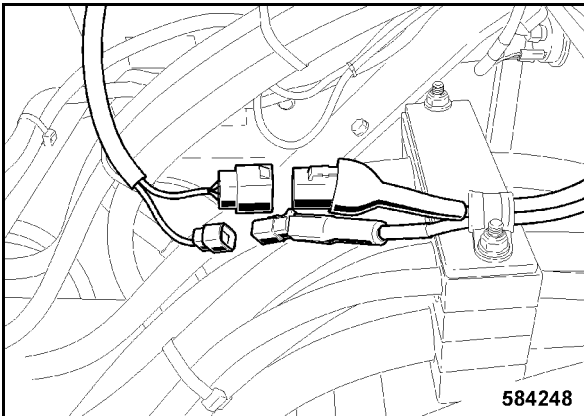

Fig. 226
- Establecer el acoplamiento de enchufes del sistema de aire acondicionado (Fig. 226).